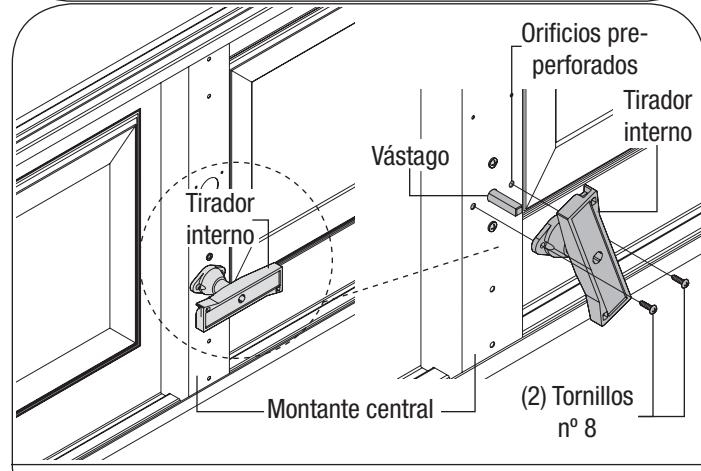

FIG. 6
EN LAS PUERTAS DE LAS 8000/8100/8200, (VER FIG. 6): Ubique el tirador interno sobre el vástago del tirador externo, pegado al montante central. Alinee los orificios del tirador con los orificios previamente perforados del montante central; después gire el tirador en el sentido horario para asegurararlo con (2) tornillos Nº 8.